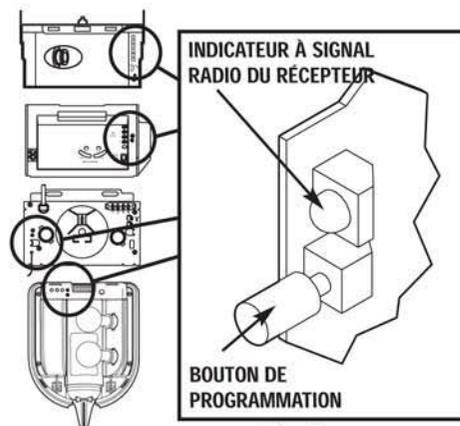

Fig. 1
Étape 2-2 Appuyer et relâcher le bouton de programmation du code Fig. 1.